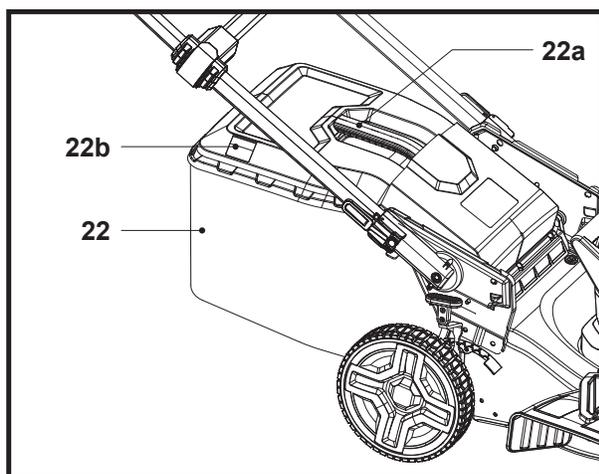

Fig. 12
1. Tant que la trappe (22b) est ouverte, le bac de ramassage (22) peut encore recueillir de l'herbe (Fig. 12).